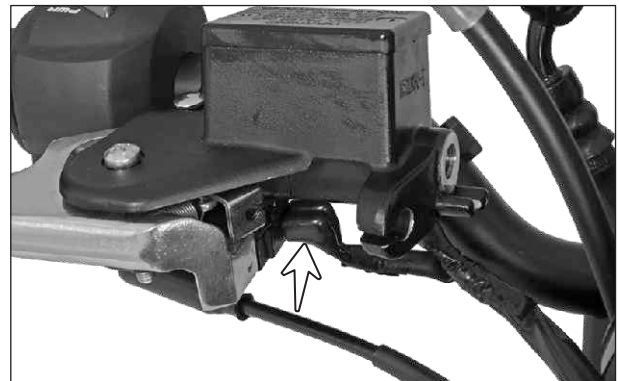

Fig. 6.39
- Desconecte la conexión eléctrica del interruptor de la luz de freno. (Fig. 6.39)